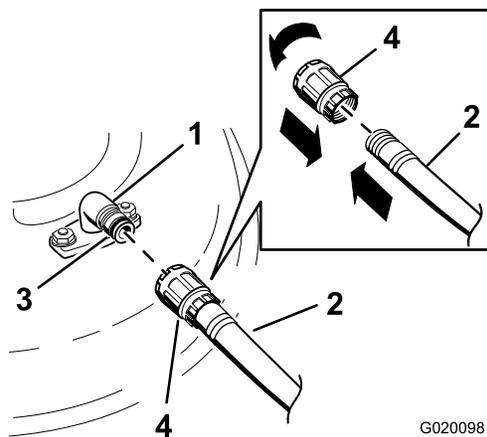

Рисунок 79
3. Подсоедините шланговую муфту к концу штуцера промывки газонокосилки и установите регулятор подачи воды в положение большого расхода (Рисунок 79).